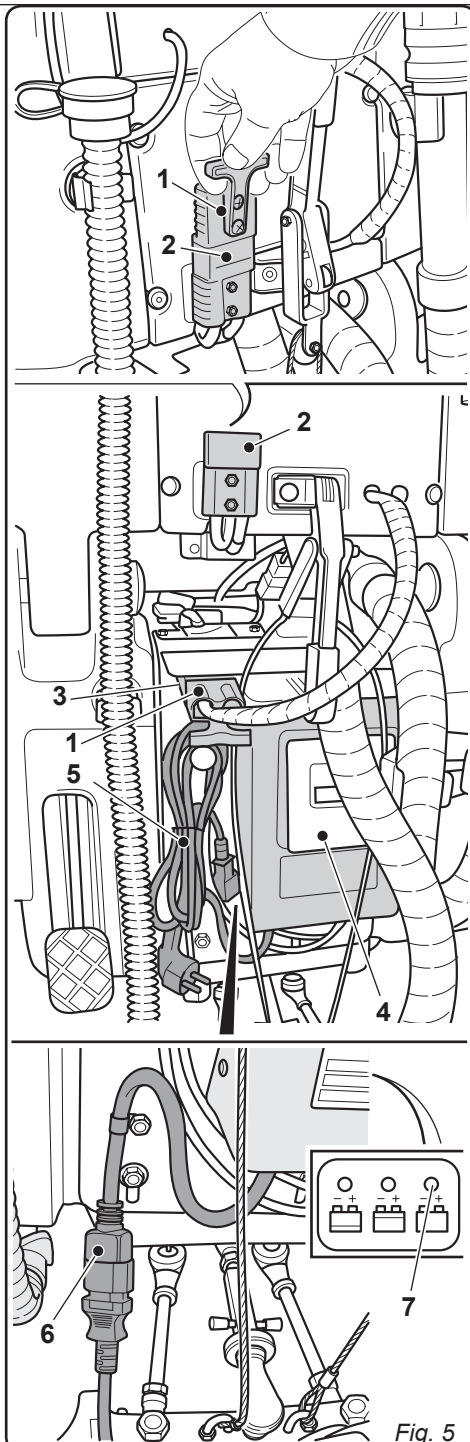

Fig. 5
4.1.a - Chargement de la batterie grâce au chargeur de bord (si présent) (Fig. 5)
- Débrancher la fiche (1) des batteries de la prise (2) de l'installation.
- Brancher la fiche (1) des batteries dans la prise (3) du chargeur de bord (4).
- Décrocher le câble (5) de son point d'accrochage et le raccorder à la prise (6) présente sur la machine, ensuite raccorder l'autre extrémité à la prise de courant de réseau.